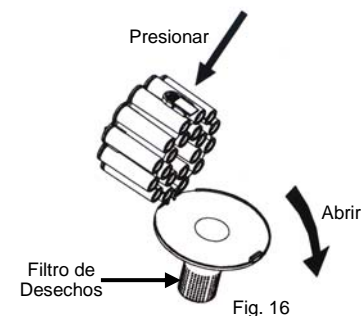

Fig. 16
1. Sostenga la cámara ciclónica desde arriba sobre un cesto de basura y presione el botón para abrir su base y vaciar la tierra. (Fig. 16)